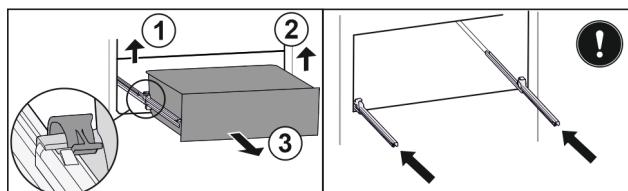

Fig. 119
- Приподнимите левый зажим и одновременно вытяните движением вперед выдвижной ящик слева. Fig. 119 (1)
- Приподнимите правый зажим и одновременно вытяните движением вперед выдвижной ящик справа. Fig. 119 (2)
- Извлеките выдвижной ящик движением вперед. Fig. 119 (3)